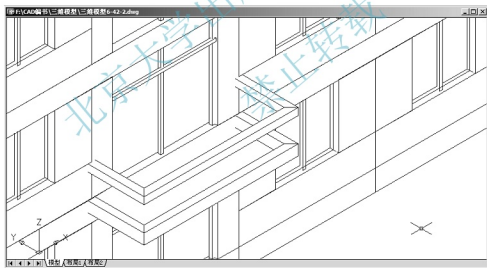
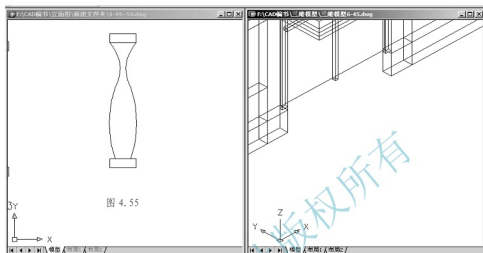
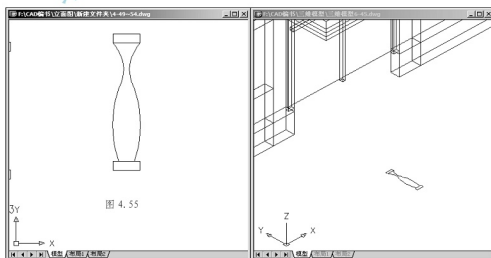

图 6.43 绘制阳台板
图 6.44 垂直平铺窗口
图 6.45 将花瓶拖到图 6.43 中
- (6) 按 Enter 键结束命令，结果如图 6.43 所示。
(1) 当前图层仍为【阳台 1】图层。继续绘制图 6.43，同时打开第 4 章中图“4.55.dwg”，然后执行菜单栏中的【窗口】|【垂直平铺】命令，使打开的两个图形文件呈垂直平铺显示状态，结果如图 6.44 所示。
(3) 将十字光标放到任意一条虚线上（注意不能放在蓝色夹点上），按住鼠标左键不松开并轻轻地移动光标，会发现所选择的花瓶图形随着光标的移动而移动。
(4) 继续按住左键并将图形放到如图 6.43 所示的窗口中，松开左键，这时选择的花瓶图形被复制到该图形中，结果如图 6.45 所示，关闭图 4.55。